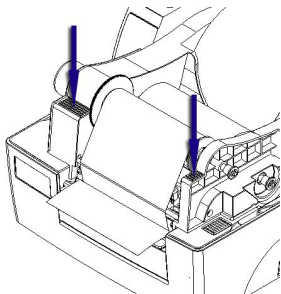

图 2.5.5
- 4) 压下碳带支撑架，至锁紧状态，再合上打印机上盖（见图 2.5.5）。